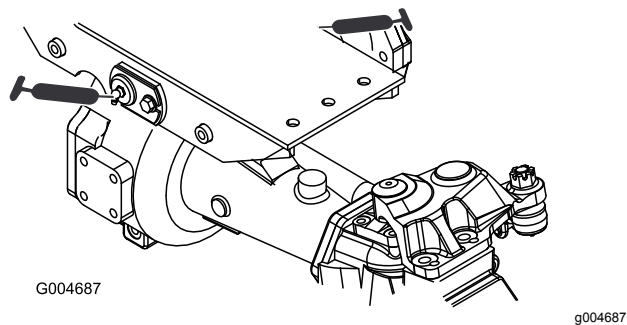

Bild 61
- Drehbüchsen an der Vorder- und Hinterachse (2) (Bild 61)